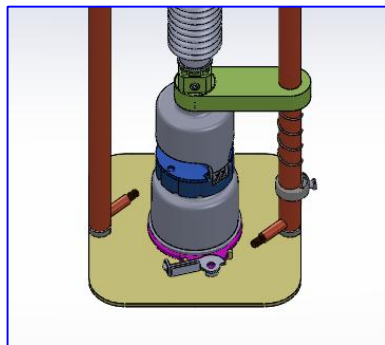

图 8
2) 按动定容采集按钮，定容采集模式绿色指示灯亮起，同时水位状态指示灯开始闪烁，即智能操作控制中心进行定容采集模式初始化，闪烁停止表明初始化完成（如图 8）。